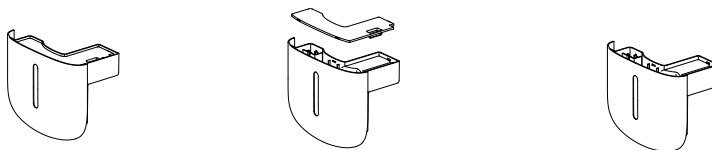

Abb. 8
4. Das Wasserbehälter ist alle paar Wochen zu reinigen. Bauen Sie es vom Gerät aus und entfernen Sie die obere Klappe des Behälters (Abb. 8). Das Innere des Behälters füllen Sie mit Wasser mit Reinigungsmittel und waschen Sie es. Nach dem Waschen spülen und trocknen Sie das Behälter. Die Klappe ist ebenfalls im Wasser mit Reinigungsmittel zu waschen.